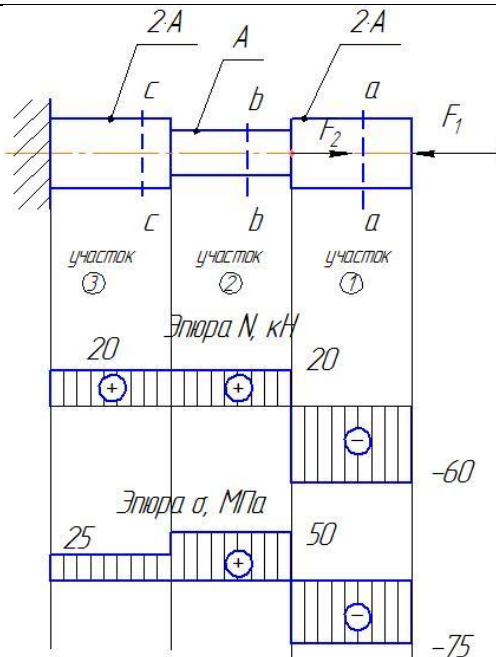

Рисунок 1.2
<p>1 Задан ступенчатый стержень, нагруженный силами $F_1=60$ кН и $F_2=80$ кН. Требуется:</p> <p>а) построить эпюру продольных сил N_z;</p> <p>б) определить максимальное значение продольной силы (по абсолютному значению)</p> <p>в) построить эпюру нормальных напряжений σ_z, при $A=400$ мм²;</p> <p>г) определить максимальное значение нормального напряжения σ_{\max} (по абсолютному значению)</p> 	<p>а) построить эпюру продольных сил N_z; Делим брус на три участка (рис.1.2). Для определения продольной силы N_z на каждом участке с использованием метода РОЗУ (разрезать, отбросить, заменить, уравновесить) ставим сечения а-а, б-б, с-с и определяем в каждом из них значения продольной силы продольных сил N_z, как алгебраическую сумму всех сил действующих по правую сторону от сечения: Первый участок $N_I = -F_1 = -60$ кН; второй участок $N_{II} = -F_1 + F_2 = -60 + 80 = 20$ кН; третий участок $N_{III} = -F_1 + F_2 = -60 + 80 = 20$ кН По значениям строим эпюру продольных сил . б) определить максимальное значение продольной силы (по абсолютному значению) $N_{\max} = N_I = 60$ кН в) построить эпюру нормальных напряжений σ_z, при $A=400$ мм²; Определяем значения нормальных напряжений на каждом участке, как отношение продольной силы к площади поперечного сечения соответствующего участка: Первый участок $\sigma_{zI} = N_I / (2A) = -60 \cdot 10^3 / (2 \cdot 400) = -75$ МПа ; второй участок $\sigma_{zII} = N_{II} / (A) = 20 \cdot 10^3 / (400) = 50$ МПа ; третий участок $\sigma_{zIII} = N_{III} / (2A) = 20 \cdot 10^3 / (2 \cdot 400) = 25$ МПа По значениям строим эпюру нормальных напряжений. г) определить максимальное значение нормального напряжения $\sigma_{\max} = 75$ МПа</p>